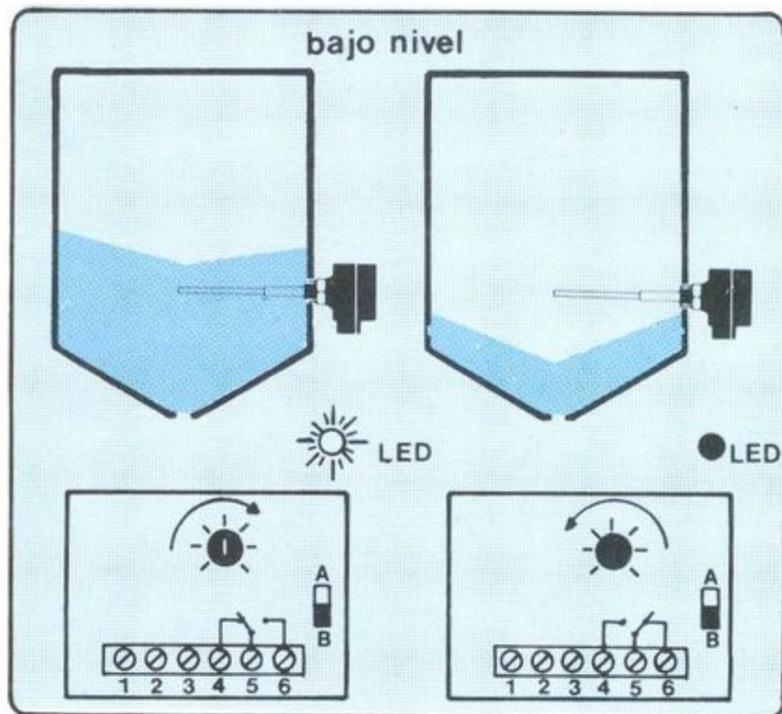

FIG.8
- Gírese 20° más en sentido contrario a las manecillas del reloj para materiales con baja constante dieléctrica y 40° para materiales con alta constante dieléctrica. Ver fig. 8